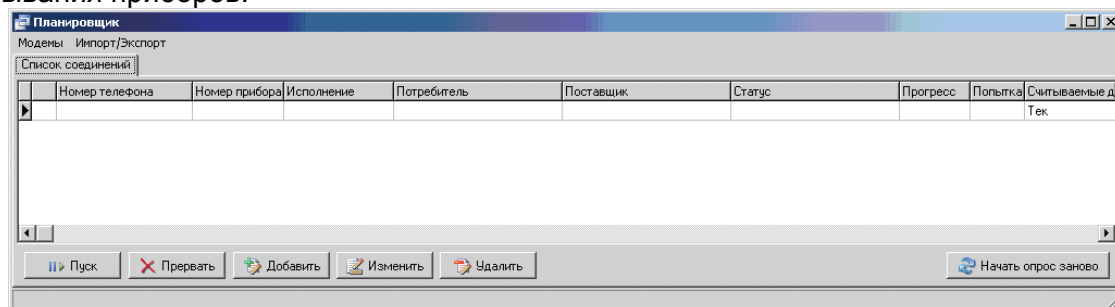

Рисунок 3.37
3.3.3.3 Строка Планировщик опроса меню Приборы (см. рис.12) вызывает окно Планировщик (см. рисунок 3.37), предназначенное для создания расписания автоматического считывания приборов.
Щелчком левой кнопки мышки на заголовке столбца таблицы (см. рисунок 3.37) сортируются данные в порядке возрастания значений соответствующего столбца. Двойной щелчок левой кнопкой мышки на соединении начинает немедленный опрос прибора, либо ставит соединение в очередь ожидающих опроса.